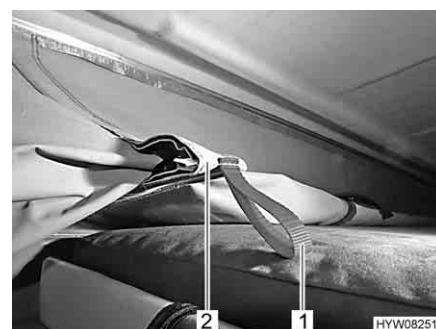

Fig. 27 Dispositivo di inserzione
- Tirare lentamente verso il basso il tetto a soffietto (Fig. 25,1) tenendolo per le maniglie (Fig. 25,2) o le cinghie ausiliarie (Fig. 25,3) fino a che il tetto a soffietto rimane autonomamente in questa posizione. Prestare attenzione a che i dispositivi di inserzione laterali (Fig. 27,2) si pieghino verso l'interno.
- Tirare il tessuto della tenda per i passanti (Fig. 27,1) del dispositivo di inserzione (Fig. 27,2) verso l'interno.